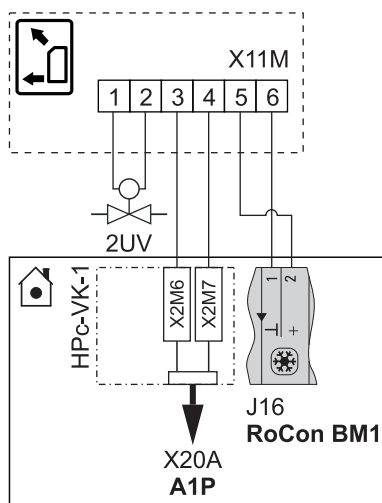

Bild 4-40 Anschluss Daikin FWXV(15/20)AVEB an Daikin Altherma EHS(X/H)
- Elektrischer Anschluss des Daikin FWXV(15/20)AVEBs mit folgendem Zubehör entsprechend Bild 4-40 als Umschaltkontakt (Heizen/Kühlen) am Basismodul.